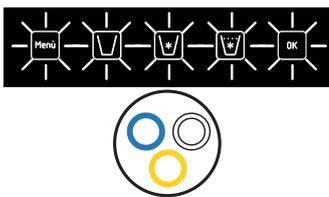

Fig. 1-01
- 29.3** - Assicurarsi che tutti i pulsanti dell'apparecchio lampeggino e che le luci del rubinetto siano accese, vedi Fig. 1-01.